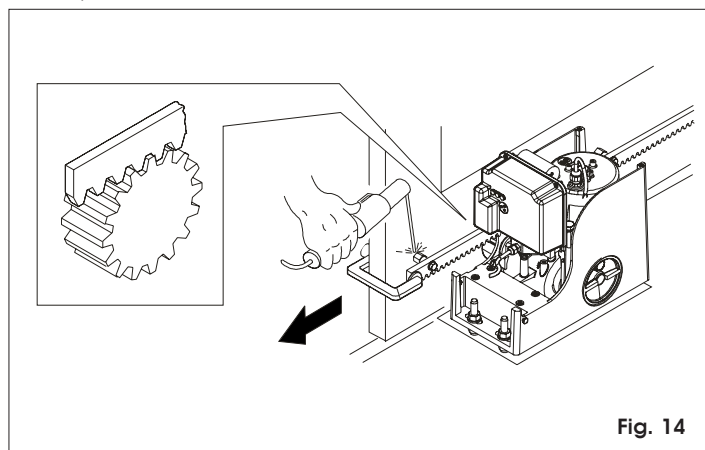

Fig. 14
- 3) Poser horizontalement sur le pignon le premier élément de la crémaillère et souder le cliquet taraudé sur le portail d'après la Fig. 14.